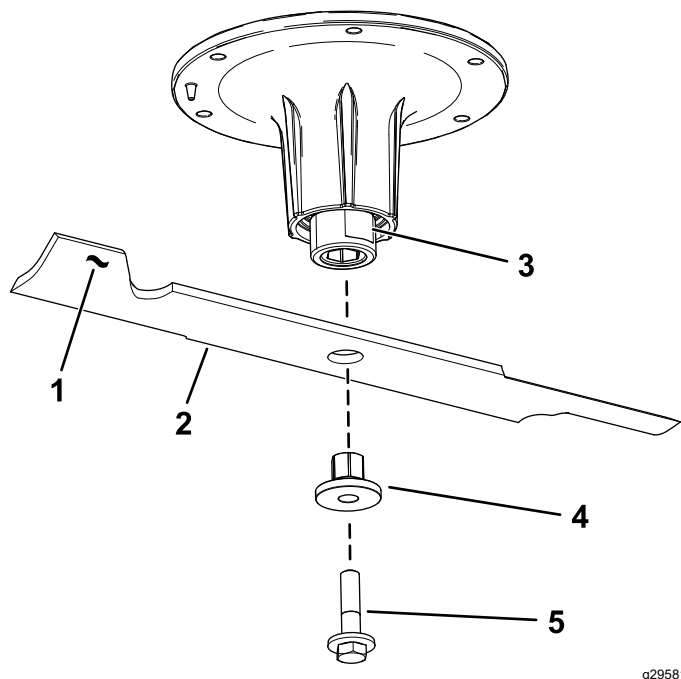

Bild 81
2. Entfernen Sie die Messerschraube, Buchse und das Messer von der Spindelwelle (Bild 81).